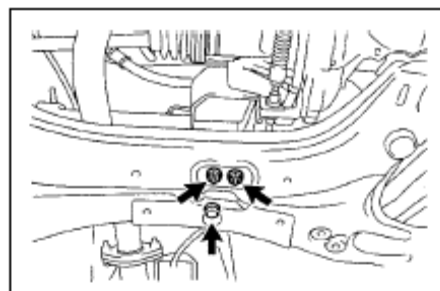

Рис. 187
- (1) Открутите болт и две гайки центрального крепления.(рис. 187)